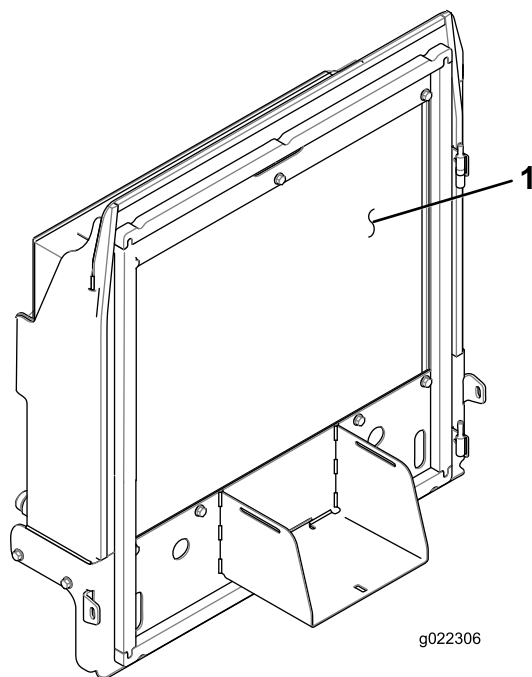

Figura 63
4. Limpie a fondo ambos lados del radiador y del enfriador de aceite (Figura 63) con aire comprimido.